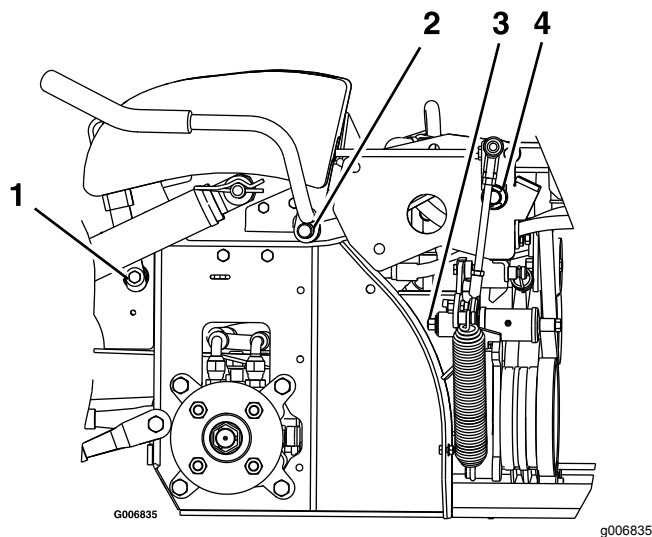

Figura 27
2. Lubrique los casquillos de bronce del pivote de la palanca de freno con lubricante en spray o aceite ligero (Figura 27).